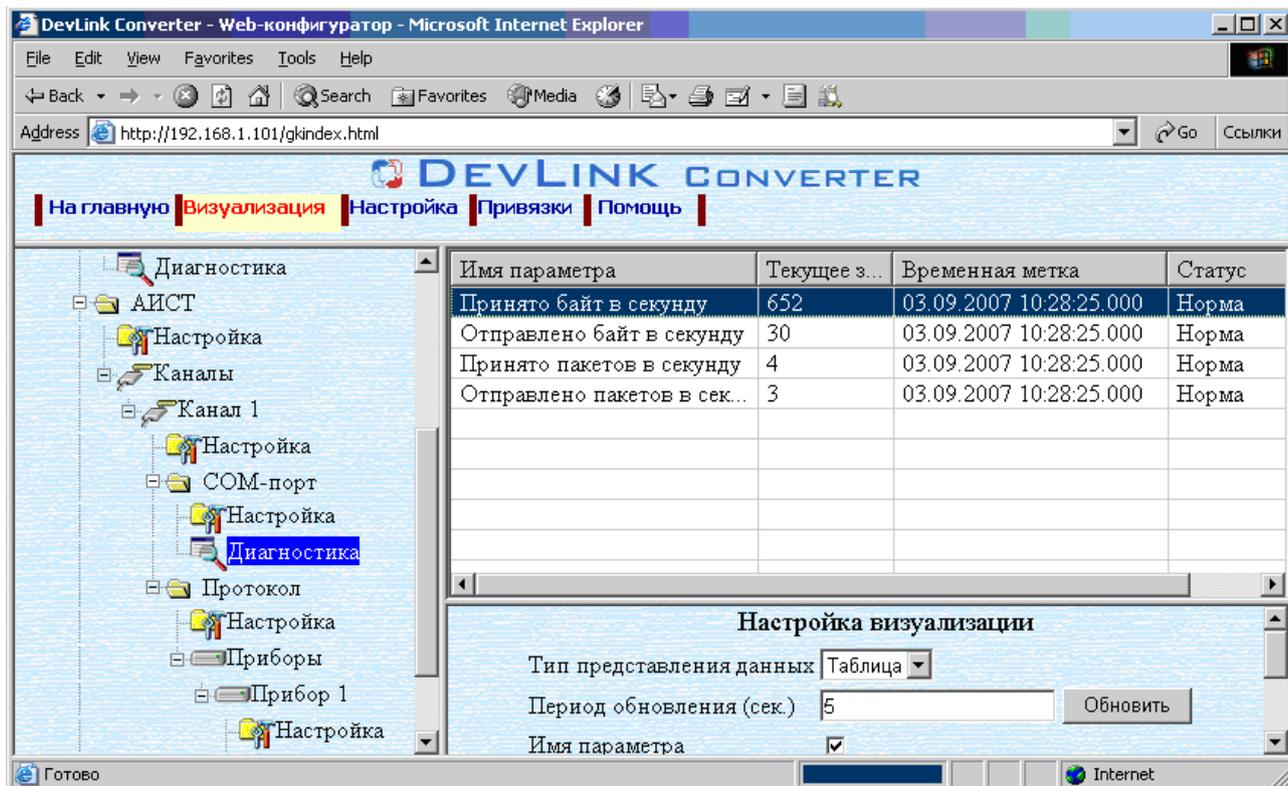

Рисунок 4.2 – Диагностическая информация модуля COM-порта драйвера
- Выберите в дереве объектов папку «*Диагностика*» прибора (рисунки 4.1) или «*Диагностика*» СОМ-порта (рисунок 4.2).